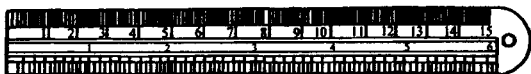

图 1-17 钢直尺
1) 钢直尺 用以测量长度尺寸，常用薄钢板或不锈钢制成，见图 1-17。钢直尺的刻度误差规定，在 1cm 分度内误差不得超过 0.1mm。常用的钢直尺有 150mm、300mm、500mm 和 1000mm 等四种长度。